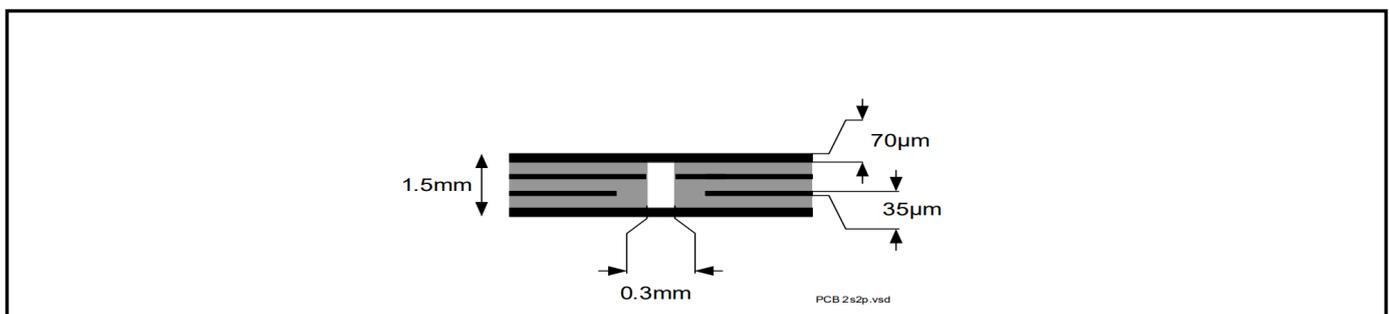

图4 2s2p PCB 截面
2) 指定的 R_{thJA} 值是根据JEDEC JESD51-2,-5,-7 在FR4 2s2p 板上的自然对流, 在 $T_A = 105^{\circ}\text{C}$ 的两个通道均等耗散 1 W 功耗的情况下; 产品(芯片+封装)在76.4 x 114.3 x 1.5 mm 板, 具有 2 个内部铜层(2 x 70 μm Cu、2 x 35 μm Cu) 的情况下仿真。在适用的情况下, 裸露的散热焊盘下方的导热过孔阵列接触第一内部铜层。请参考图4。